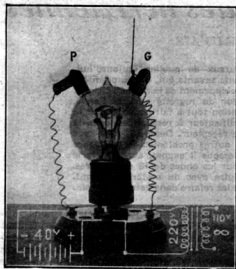

FIG. 1. — Emetteur de micro-ondes.
1. **Emetteur** (fig. 1). — On le constitue par une lampe à cornes, type T. M. C., de la Compagnie des Lampes Métal, spéciale pour ondes ultra-courtes. Le filament de cette lampe est chauffé sous une différence de potentiel de 3,1 à 3,2 volts. Sa corne grille porte une petite tige métallique d'environ 4 centimètres de hauteur formant antenne vibrant en quart d'onde; à cette corne aboutit un fil la reliant à un des pôles d'une source de courant alternatif de 220 volts dont l'autre pôle est relié au filament. La fréquence de ce courant alternatif qui modulera complètement les ondes produites sera, soit celle du secteur, soit mieux encore une fréquence musicale produite par un petit alternateur. Enfin la plaque de la lampe est simplement reliée au pôle négatif d'une batterie d'une quarantaine de volts dont le pôle positif est réuni au filament.